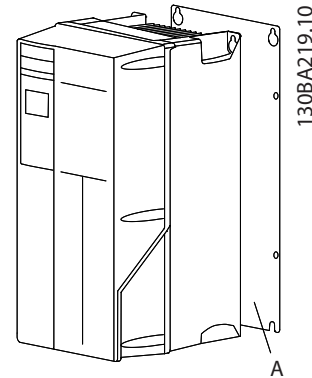
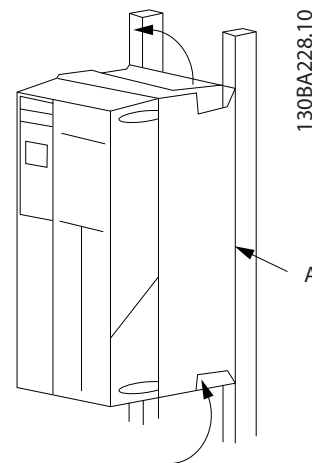

Abbildung 2.2 Ordnungsgemäße Montage mit Rückwand
Abbildung 2.3 Ordnungsgemäße Montage an einem Montage-rahmen
- Sorgen Sie durch Montage des Geräts auf einer ebenen, stabilen Oberfläche oder an der optionalen Rückwand (siehe *Abbildung 2.2* und *Abbildung 2.3*) für eine ausreichende Luftzirkulation zur Kühlung.